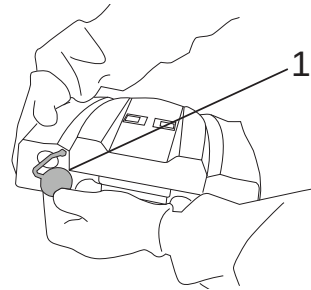

Fig.26
- Retire el tapón del depósito de agua sucia (Fig. 26-Ref. 1).